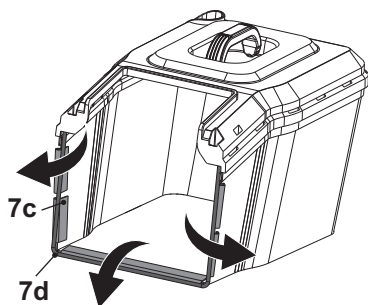

Fig. 5
1. Enganche los tres clips de goma (7c) en la barra de soporte (7d) del recogedor de césped (7) (Fig. 5).